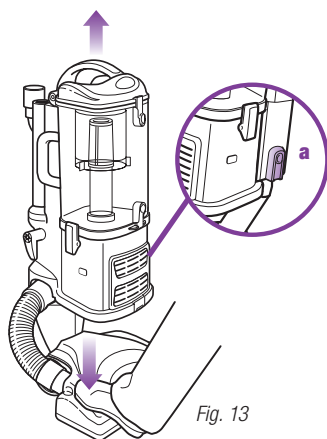

Fig. 13
- 1 Séparez le corps de l'aspirateur portatif Lift-Away^{MD} de la brosse à plancers en enfonçant le bouton de dégagement rouge (a) sur le côté de l'appareil. Maintenez la brosse sur le plancher avec votre pied et tirez le corps de l'aspirateur vers le haut. (Fig. 13)